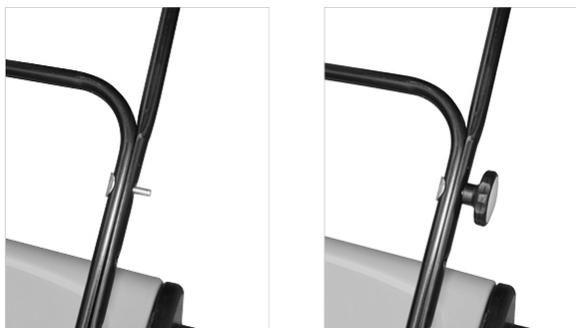

Рис. 4
2. Соедините настраиваемую рукоятку (1) со стационарной рукоятке (8) (рис. 4).